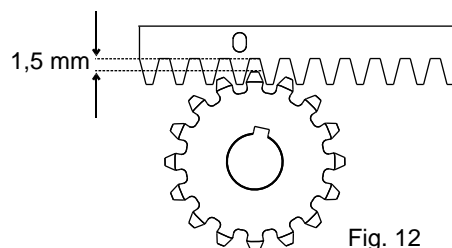

Fig. 12
**6.6.** Toda la cremallera va levantada de 1,5 mm para evitar que el peso de la cancela llegue hasta el piñon (Fig. 12), Atencion: mantener un juego de almenos 0,5 mm entre diente de pinon y diente de cremallera;